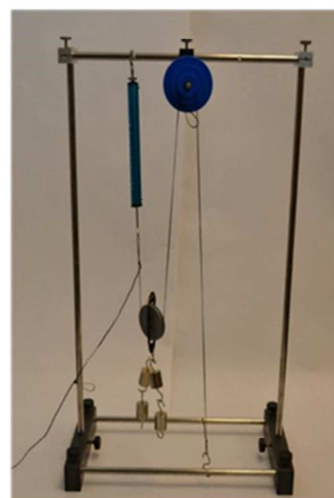

Figura 14-2: sistema con dos poleas
- 10 Haga que dos poleas funcionen en el sistema enhebrando la cuerda alrededor de dos poleas como se muestra en la Figura 14-2